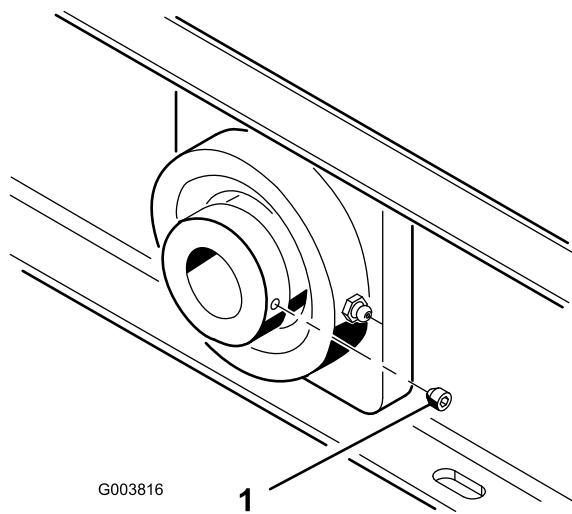

Figura 11
- Os parafusos do rolamento do eixo da ventoinha (Figura 11) devem ser apertados de 6,5 a 9,2 Nm.